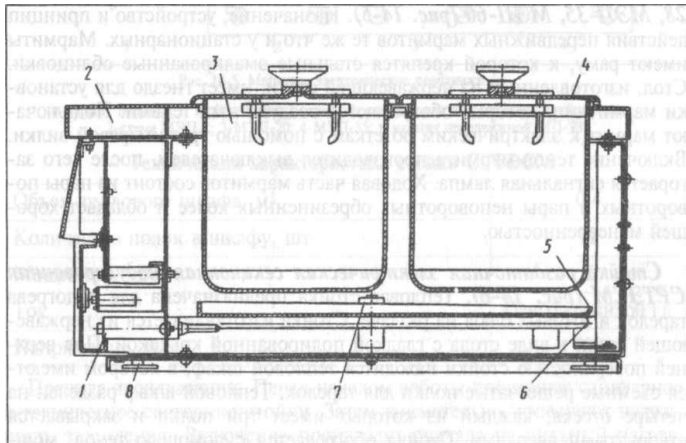

Рис. 14-4. Мармит настольный электрический МНЭ-45:
4. Мармиты настольные электрические МНЭ-22, МНЭ-45 (рис. 14.4) предназначены для сохранения в горячем состоянии первых и вторых блюд. Используются эти мармиты на предприятиях с барным обслуживанием.